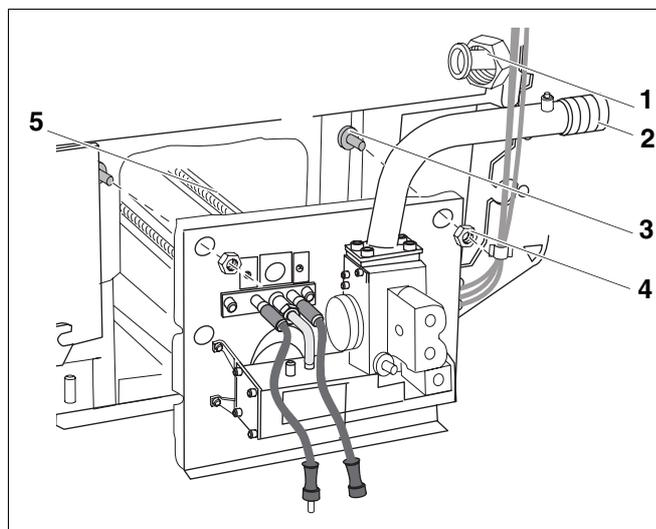

Abb. 38 Gasbrenner ausbauen
- Gasbrenner an der Verschraubung (Abb. 38, **Pos. 2**) von der Zuleitung (Abb. 38, **Pos. 1**) trennen.
- Befestigungsmuttern (Abb. 38, **Pos. 4**) am Brennerschild lösen und Gasbrenner herausnehmen.
- Beim Ausbau des Brenners ist darauf zu achten, dass sich die Distanzringe (Abb. 38, **Pos. 3**) auf den Stiftschrauben befinden.
- Brennstäbe (Abb. 38, **Pos. 5**) auf Verschmutzung überprüfen, wenn erforderlich Brenner reinigen (siehe Zu 4.: „Reinigung des Gasbrenner“). Sind die Brennerschlitze beschädigt, muss der Brenner ausgetauscht werden.
- Bei der Montage des Brenners ist darauf zu achten, dass sich die Distanzringe (Abb. 38, **Pos. 3**) auf den Stiftschrauben befinden.
- Die Dichtung in der Verschraubung (Abb. 38, **Pos. 2**) des Gasanschlusses erneuern.
- Verschraubung (Abb. 38, **Pos. 2**) auf Dichtheit prüfen.